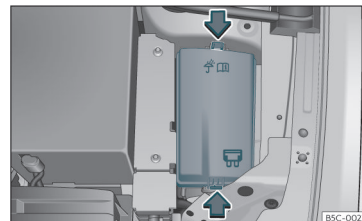

Fig. 52 Nel vano motore: coperchio della scatola dei fusibili.
- Premere le linguette di blocco per sbloccare il coperchio della scatola dei fusibili » **fig. 52.**